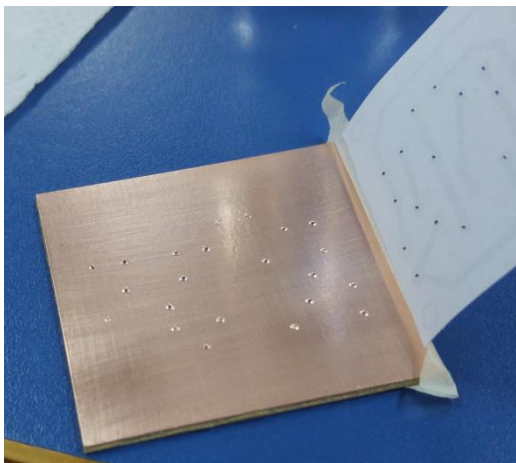

Fig. 7: Retirar el Modelo Fijado sobre el PCB
5. Retirar el papel con el dibujo. Fig. 7.